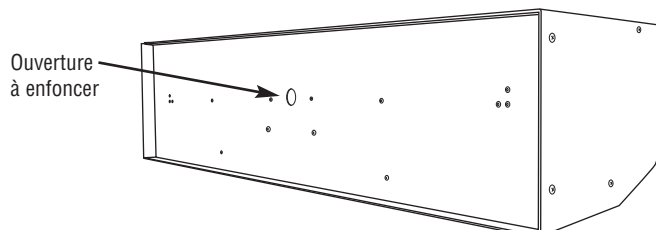

Figure 3
1. Enlevez l'ouverture à enfoncer à l'arrière du coffret de l'appareil (Voir la Figure 3).